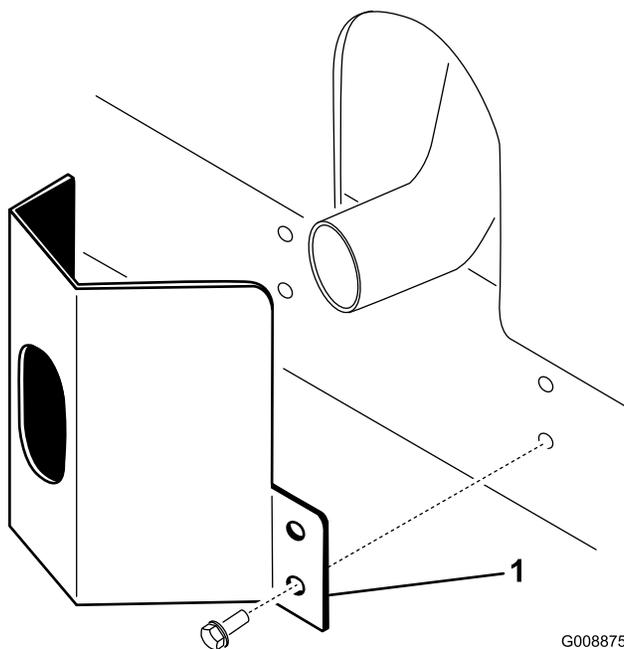

Figure 9
1. Placez la protection de l'échappement autour du silencieux et alignez les trous de montage avec ceux du châssis (Figure 9).
2. Fixez la protection de l'échappement au châssis à l'aide de 4 vis autotaraudeuses (Figure 9).